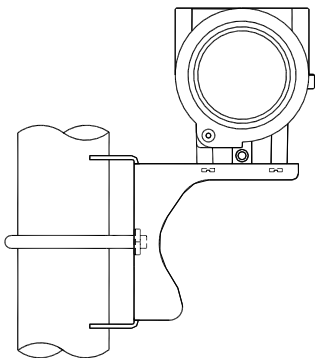
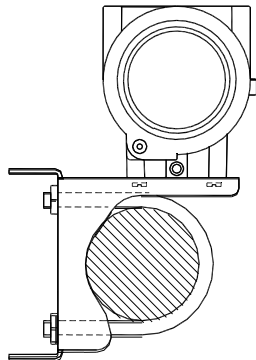

图2.3 弯支架管装 1
图2.4 弯支架管装 2
**弯支架管装**的典型安装方式如图 2.3、图 2.4 所示。用所提供的 4 个螺栓将变送器固定于管装弯支架上，再通过 U 型螺栓将管装弯支架固定于  $\Phi 50\text{mm}$  左右的水平管上。